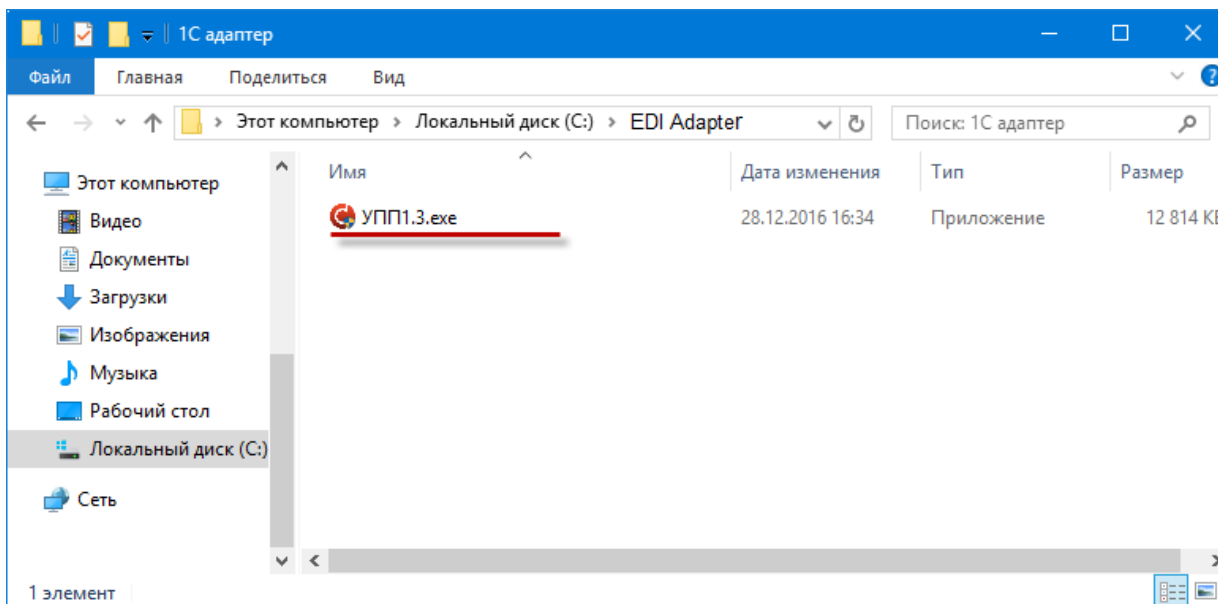

Рисунок 1 – Расположение архива
1. Скачайте самораспаковывающийся архив на жесткий диск в нужную папку, например, файл был скопирован в папку «C:\EDI Adapter» (рис.1).